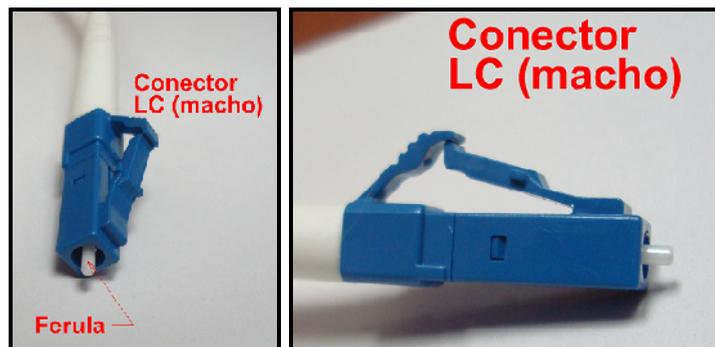

Figura 1.9 Conector óptico LC (macho).
**Conector LC:** Es un conector de alta densidad SFF, diseñado para su uso en todo tipo de entornos. (Figura 1.9)